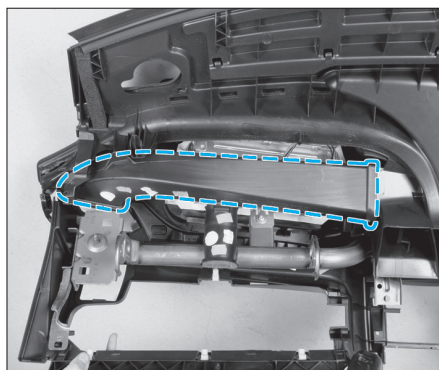

Fig. 8
• Déposer le conduit d'air en le dégrafant de sa patte de fixation et à chaque extrémité (Fig.8).